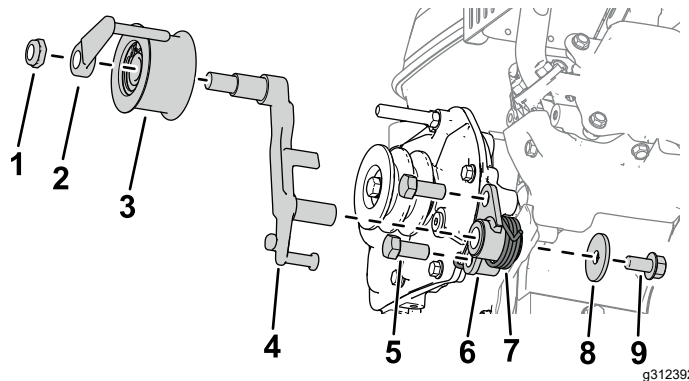

图 3
5. 如图 3 所示用 2 个螺栓 7/16 x 1 英寸将离合器支架安装到齿轮箱。
6. 将离合器杆安装到离合器支架上图 3。
7. 如图 3 所示用垫圈  $\frac{3}{8} \times 1\frac{1}{8}$  英寸和螺栓  $\frac{3}{8} \times \frac{3}{4}$  英寸将扭力弹簧安装到离合器支架。
8. 用皮带导轨和六角螺母将总轮皮带轮总成安装到离合器杆上图 3。